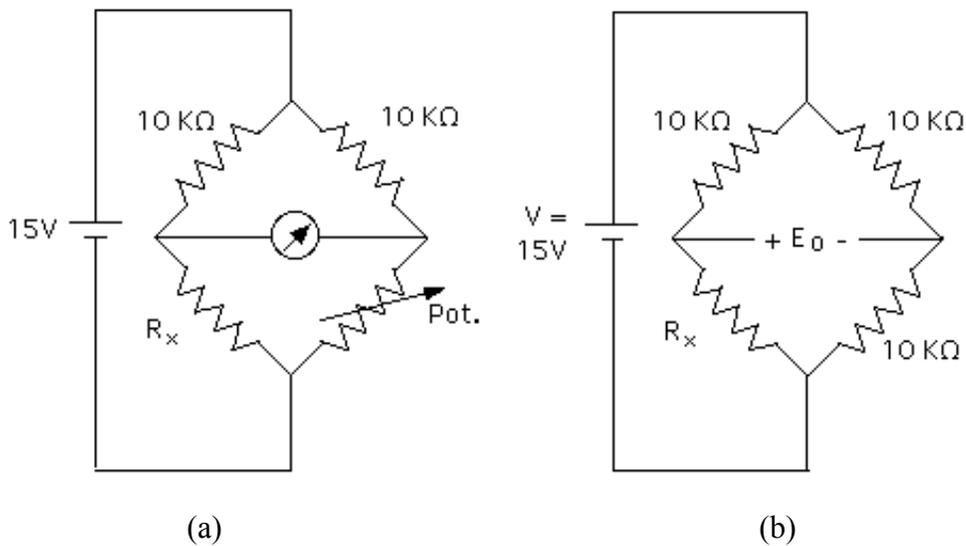

Figura 3.- Puente de Wheatstone
11.- Para el circuito mostrado en la Figura 3(a), el Puente de Wheatstone, explique su principio de funcionamiento, y deduzca la relación entre R_x y las otras resistencias del circuito cuando el puente está balanceado.
12.- Para el circuito mostrado en la Figura 3(b), considerando que $R_x = 10 \text{ k}\Omega + \Delta R$, deduzca la relación de ΔR en función de E_0/V . Simplifique la expresión tomando en cuenta que $\Delta R \ll 10 \text{ k}\Omega$.
13.- Indique cómo se conecta el amplificador de instrumentación del punto anterior a la salida del circuito de la Figura 3(b) para obtener un medidor diferencial y diga cuál es la utilidad de esta conexión.
14.- Monte el Puente de Wheatstone de la figura 3(a) utilizando tres resistencias de 10 k Ω , medidas previamente con el multímetro digital. Coloque una década de resistencias como resistencia variable de ajuste y el voltímetro del multímetro digital como detector de cero, ubicándolo en la escala de mayor sensibilidad. Equilibre el Puente y registre el valor indicado por la década, R_d .
16.- Para el circuito de la figura 3(b), considere ahora que la década es la resistencia R_x , cuyo valor va a sufrir variaciones ($R_x + \Delta R$). Inicialmente el Puente está en equilibrio. Realice dos mediciones aumentando la resistencia de la década en cantidades significativamente menores que 10 k Ω (0,4 k Ω y 0,8 k Ω por ejemplo) y otras dos mediciones disminuyendo la resistencia de la década en un rango similar. Mida cuidadosamente el voltaje E_0 y el voltaje de la fuente V , registre los valores en la siguiente tabla para cada una de las mediciones, determine el valor de ΔR utilizando la expresión que relaciona ΔR con el voltaje de salida del medidor de instrumentación V_o , esto es $\Delta R = K V_o$, donde $K = (A d E_0 / V)$. Calcule el error porcentual entre este resultado experimental y el valor teórico de la variación de resistencia que se aplicó a la década para cada uno de los casos. Recuerde que el terminal positivo de E_0 está en la rama donde se encuentra conectada la década de resistencias.